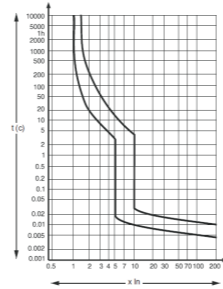

Рис. 4. Время-токовая характеристика C
8.3 Время-токовые характеристики по кривым отключения см. на рис. 4.